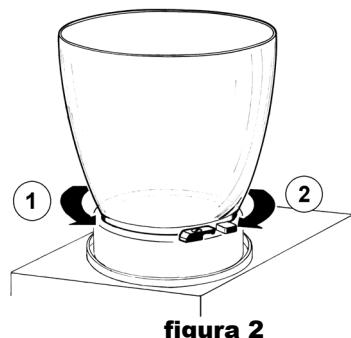

figura 2
- 4** Togliere il contenitore ruotandolo (1) in senso antiorario (vedere figura 2).
Rimontare il contenitore ruotandolo in senso (2) orario. Per facilitare l'operazione bagnare con acqua la guarnizione (vedere figura 2).